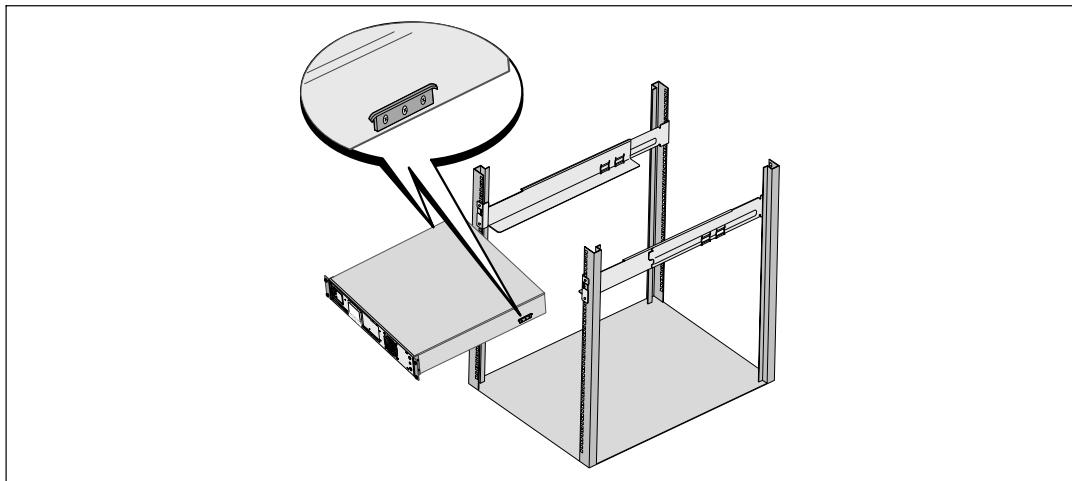

図15. キャビネットの設置方法
- 6 キャビネットをラックにスライドして取り付けます（図15を参照）。その他のキャビネットも同じ方法で固定します。